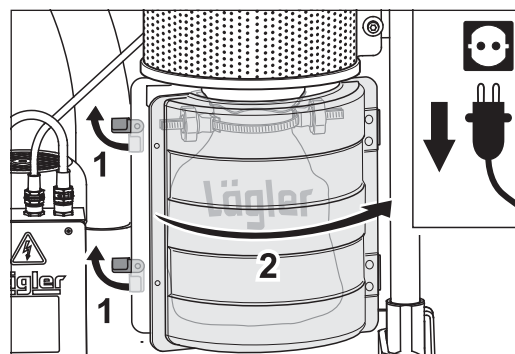

Abb. 49 Am Staubbeutelbehälter die beiden Verschlüsse nach oben drehen (1) und den Deckel aufklappen (2).
- 2 Drehen Sie am Staubbeutelbehälter die beiden Verschlüsse nach oben (Abb. 49, 1) und klappen Sie den Deckel auf (Abb. 49, 2).